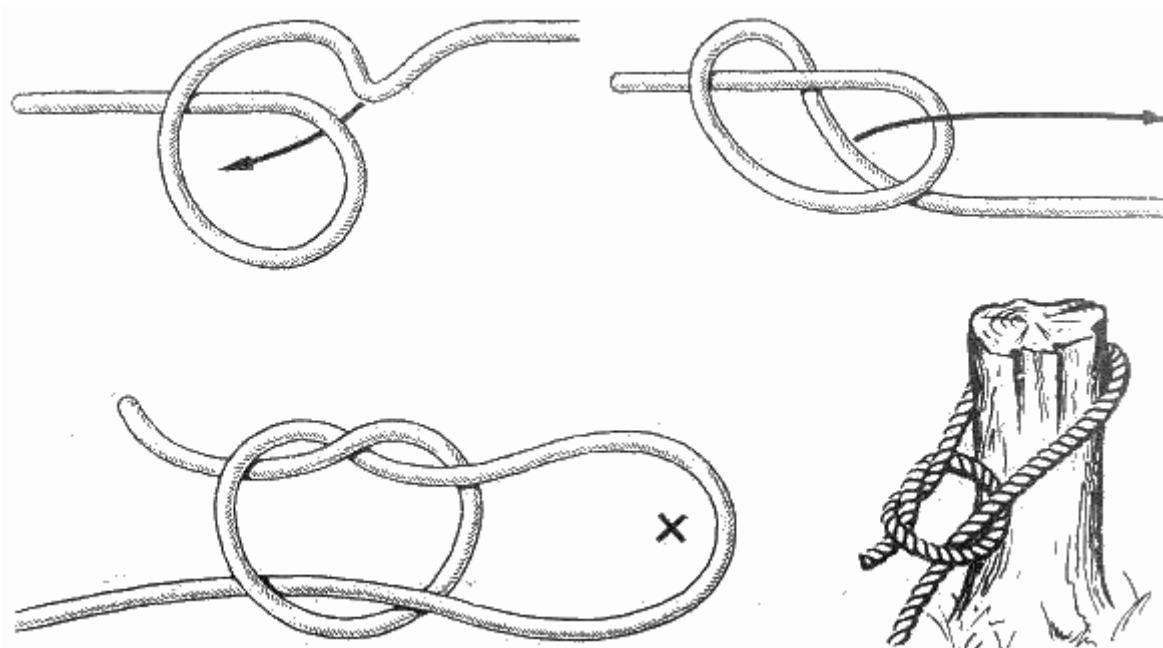

Рис. 82. Бегущий простой узел
**Бегущий простой узел** (рис. 82). Это самый простой узел, образующий затягивающуюся петлю. При тяге за коренной конец петля затягивается, но ее можно увеличить в размере, потянув за ходовой конец в сторону от петли. Узел можно завязать в любой части веревки. С его помощью можно затянуть мешок, связать тюк, прикрепить к чему-нибудь трос, зачалить лодку за сваю.
**Развязывающийся бегущий простой узел** (рис. 93). Бегущий простой узел (см. рис. 82) можно легко превратить в быстроразвязывающийся, не изменяя его функцию, т.е. пользуясь им как бегущим, а не как быстро развязывающимся узлом. Для этого в его петлю нужно ввести ходовой конец, сложенный вдвое. В этом случае он будет обладать сразу двумя свойствами - затягиваться и быстро развязываться, если дернуть за ходовой конец, торчащий из петли. С помощью этого узла можно зачалить лодку за береговой пал таким образом, что при необходимости фалинь можно будет отдать, не выходя из лодки, дернув за ходовой конец, оставленный достаточно длинным. Это очень распространенный узел. Во всяком случае, во всем мире именно им привязывают лошадей за уздечку к привязи. Чтобы узел случайно не развязался, конец уздечки просовывают в петлю (рис. 93. б).